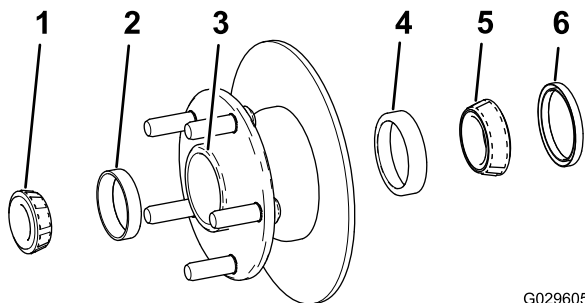

Bild 32
1. Nehmen Sie das Außenlager und den Lagerring von der Radnabe ab (Bild 32).
2. Nehmen Sie die Dichtung, das Innenlager und den Lagerring von der Radnabe ab (Bild 32).
5. Entfernen Sie Fett, Schmutz und Rückstände aus dem Hohlraum der Radnabe (Bild 32).
7. Setzen Sie die inneren und äußeren Lagerringe in die Nabe ein (Bild 32).
8. Füllen Sie den Hohlraum der Nabe zu 50 % bis 80 % mit der angegebenen Fettsorte (Bild 32).
9. Montieren Sie das Innenlager auf dem Lagerring an der Innenseite der Nabe und setzen Sie die Dichtung ein (Bild 32).